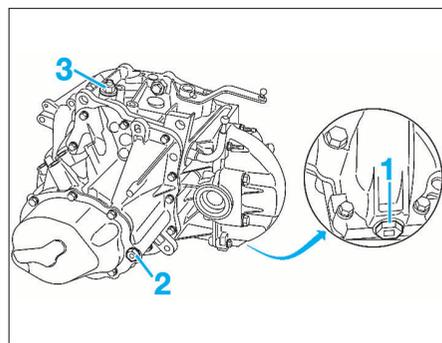

FIG. 13
- fixations cylindre récepteur d'embrayage (10) : 2 daN.m
- vis limiteur de débattement (15) : 6 daN.m.
- fixations du démarreur (12) : 3.5 ± 0,5 daN.m.
- fixation support élastique sur support (18) : 6 daN.m
- fixation support élastique sur caisse (19) : 5.5 daN.m.
- fixation support intermédiaire sur boîte de vitesses (21) : 6 daN.m.
- Déposer le bouchon (1) pour effectuer la vidange (Fig.13).